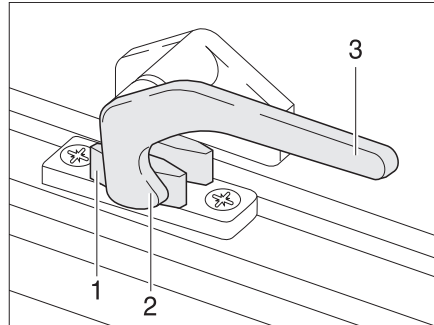

Bild 70 Låsarm i läget "stängd"
- Sväng låsarmen (Bild 70,3) ett kvarts varv mot fönstrets mitt.
- Sväng låsarmen (Bild 70,3) ett kvarts varv mot fönsterkarmen. Låsspaken (Bild 70,2) är placerad på insidan av fönsterlåset (Bild 70,1).
- I läget "helt stängt" (Bild 70).